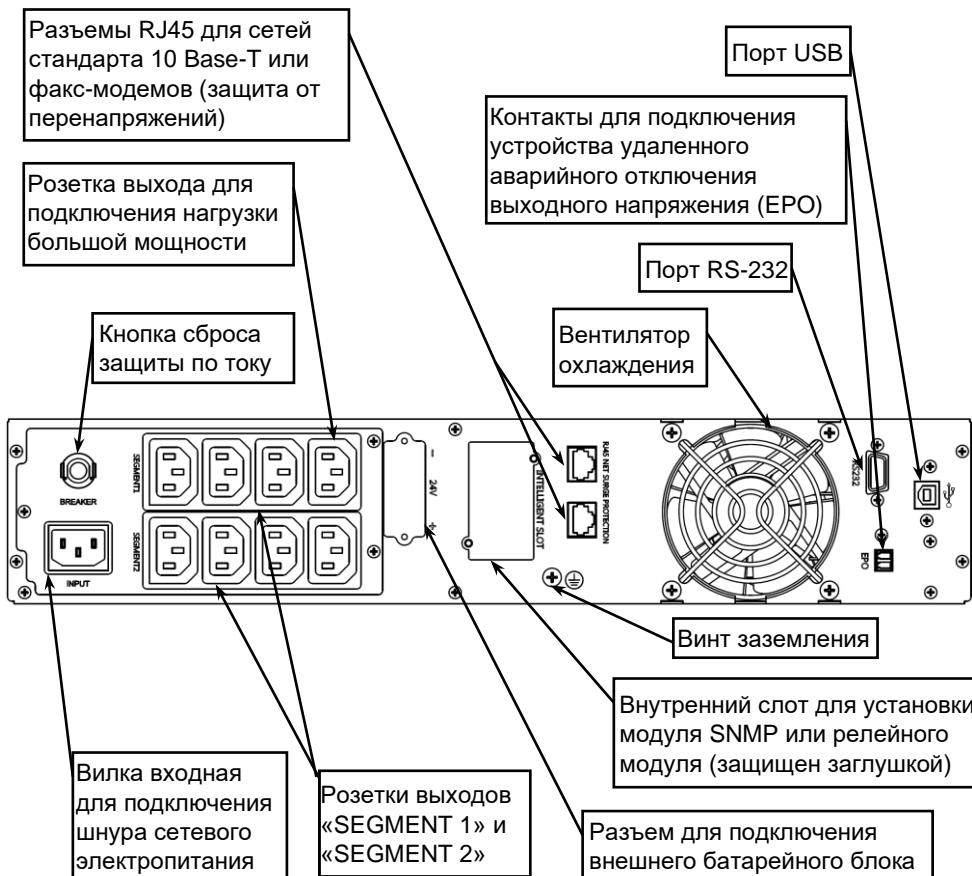

Рисунок 2 – Общий вид задней панели изделия.
На задней панели изделия расположены: входной и выходные разъемы, кнопка сброса срабатывания защиты по току (срабатывание защиты происходит при превышении уровня входного тока выше допустимого), вентилятор охлаждения, слот для SNMP-модуля или релейного модуля и разъемы коммутационных портов (см. рисунок 2).
Разместите изделие в шкафу и закрепите его на передних стойках. Соедините винт заземления изделия (см. рисунок 2) с контуром заземления телекоммуникационного шкафа перемычкой заземления (в комплект поставки не входит).
- Подключите к выходным розеткам изделия кабели питания нагрузок (см. рисунок 2).
Изделие оснащено интеллектуальным слотом (см. рисунок2), предназначенным для установки модуля SNMP или реле. При установке модуля SNMP или релейного модуля в изделие, модуль обеспечивает расширенные возможности связи и мониторинга.